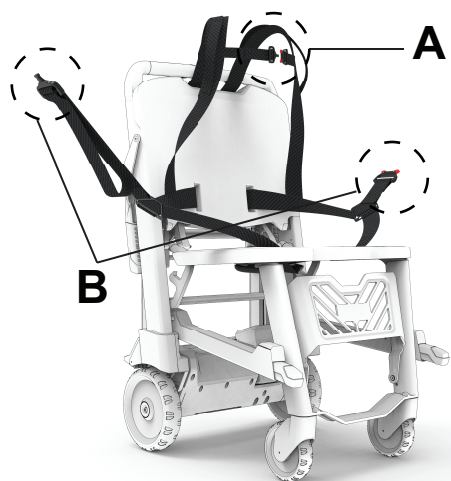

Рисунок 27 – Застегните плечевой и поясной фиксирующие ремни для пациента
9. Застегните плечевые ремни (А) на уровне груди (Рисунок 27).
10. Протяните поясной фиксирующий ремень для пациента (В) через колени/талию пациента (Рисунок 27). По мере необходимости удлините фиксирующий ремень для пациента.